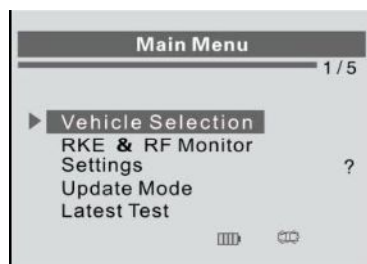

Рисунок 3-1
1) С помощью **кнопок прокрутки вверх/вниз** выберите пункт **Vehicle Selection [Выбор автомобиля]** в главном меню (см. рисунок 3-1), а затем нажмите кнопку **Y**, чтобы подтвердить выбор.